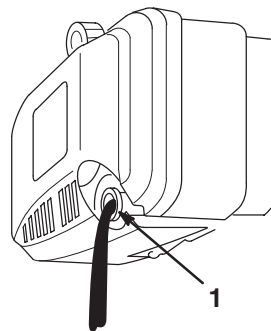

Figure 23
6. Basculez la tondeuse sur le côté gauche pour permettre à l'huile de s'écouler dans le bac de vidange (Fig. 23).